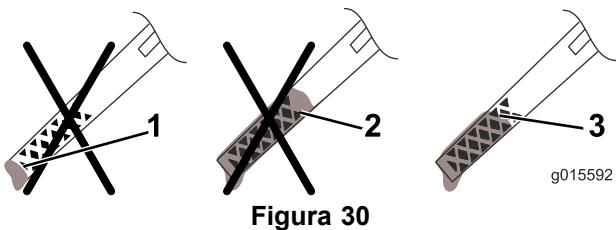

Figura 30
- Retire la varilla y compruebe el nivel de aceite en la varilla (Figura 30).